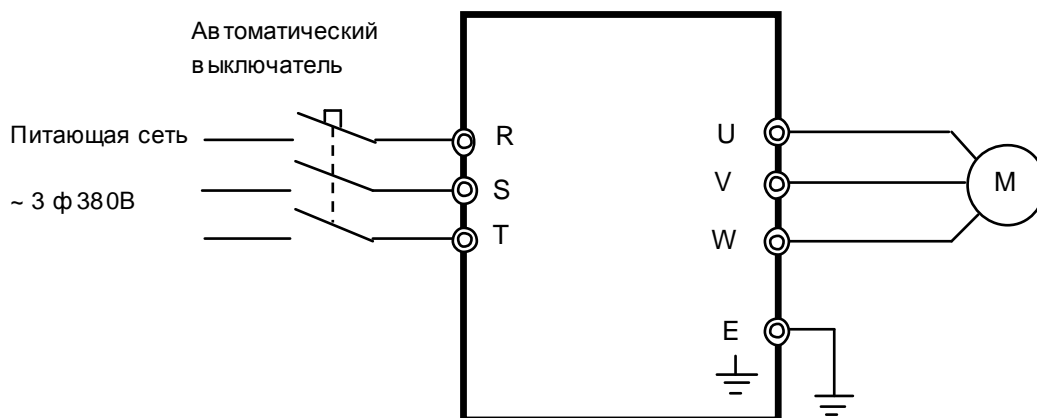

Рис. 8.2. Схема подключения силовых цепей ПЧ EI-9011
8.2. Подключить проверяемый преобразователь частоты по схеме, приведенной на рис. 8.2.